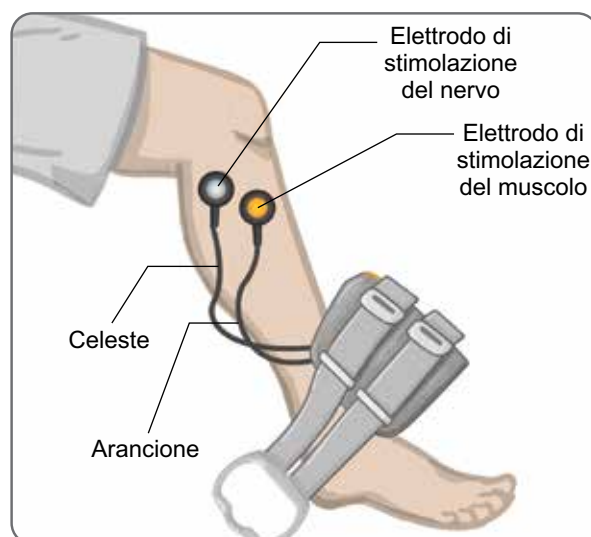

Figura 8-4. Cavo adattatore collegato
3. Collegare le estremità arancioni del cavo adattatore alla base per l'elettrodo di stimolazione del muscolo e al foro di connessione arancione del gambale/cosciale (Figura 8-4).
4. Collegare le estremità celesti del cavo adattatore alla base per l'elettrodo di stimolazione del nervo e al foro di connessione celeste del gambale/cosciale (Figura 8-4).
5. Posizionare il gambale per la parte inferiore della gamba accanto al piede del paziente (Figura 8-4).